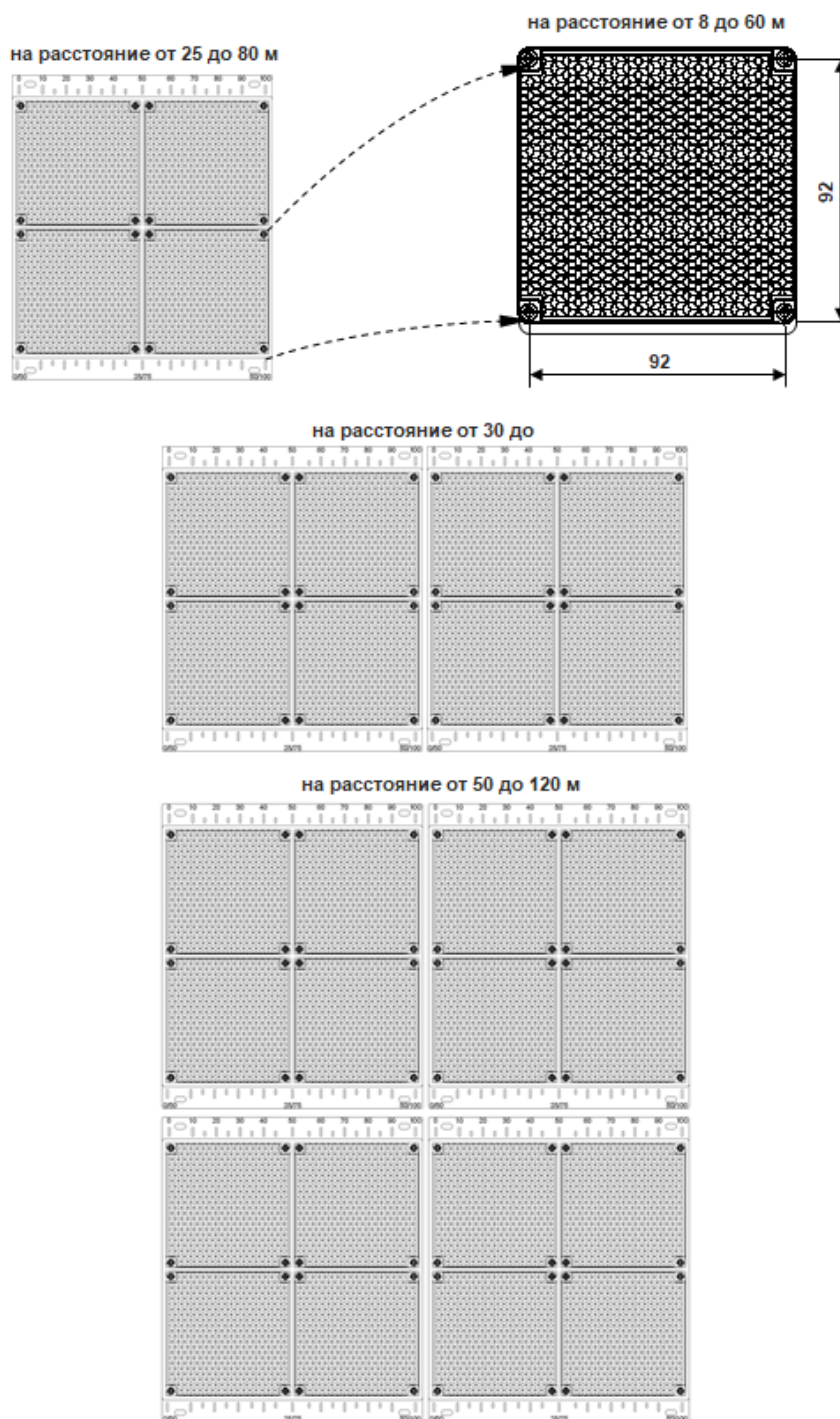

Рисунок 7
3.7.5 Подбор положений приёмо-передатчика производится путём закручивания или откручивания юстировочных винтов углов положения в горизонтальной и вертикальной плоскостях (см. рис. 7).